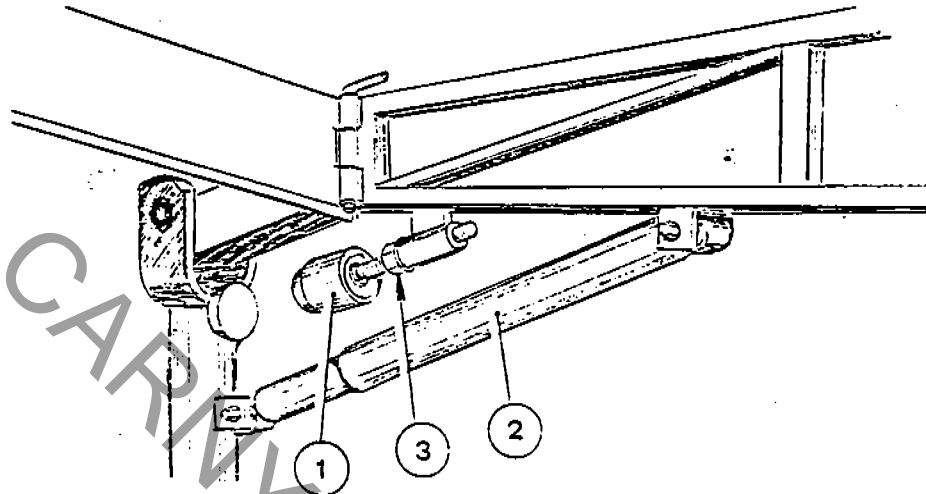

Fig. 7
3.1 - Subject bumper (1-Fig. 7)
3.1 - Tampone paracolpi del soggetto (1-Fig. 7)
Adjust until the subject mounting arm seats on the bumper before the damper (2-Fig. 7) reaches the limit stop (fully retracted).
La regolazione consigliata deve garantire l'appoggio del braccio portasoggetto al tampone stesso prima che l'ammortizzatore (2-Fig. 7) arrivi a fine corsa, tutto chiuso. Per il posizionamento voluto, ruotare il tampone (1-Fig. 7) dopo avere sbloccato il controdado (3-Fig. 7).
To do this, turn the bumper (1-Fig. 7) after loosening lock nut (3-Fig. 7).